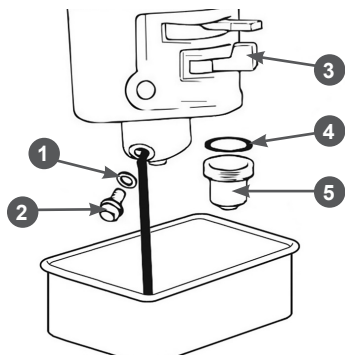

Рис. 31 Обслуживание карбюратора
1. Установите под карбюратор подходящую емкость (Рис. 31).
2. Установите рычаг топливного крана 3 в положение «ЗАКРЫТО» (Рис. 31).
3. Открутите болт 2 сливного отверстия и слейте топливо из поплавковой камеры карбюратора в подготовленную для этого ёмкость (Рис. 31).
4. Открутите стакан отстойника 5, вылейте из него топливо в заранее подготовленную емкость (Рис. 31).
5. Промойте стакан отстойника 5 (Рис. 31).
1. Слейте топливо из топливного бака и карбюратора (Рис. 31).